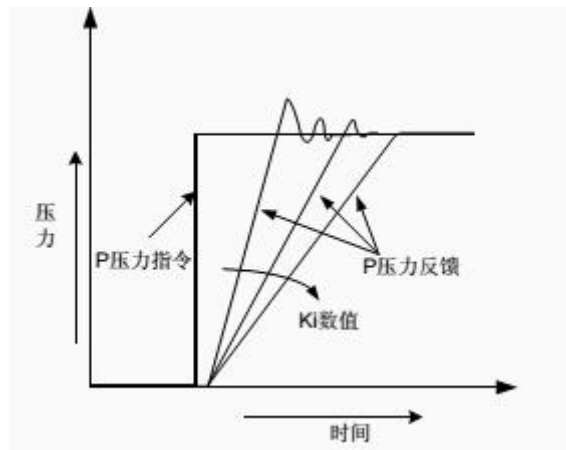

图7-7油压PID积分时间
3) 油压PID 积分时间 (参数编号: A3-06、A3-12、A3-15、A3-18) 积分时间越小, 压力响应越快, 但是容易引起超调, 太强还会引起系统震荡; 反之压力响应越慢, 太弱还会导致压力不稳定, 如下图 7-7 所示: